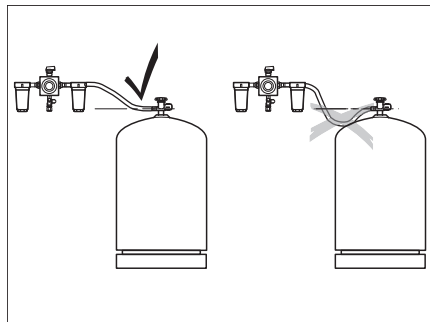

Bild 255 Verlegen der Hochdruckschläuche
- ▷ Beim Verlegen der Hochdruckschläuche darauf achten, dass die Schläuche stetig steigen (Bild 255).